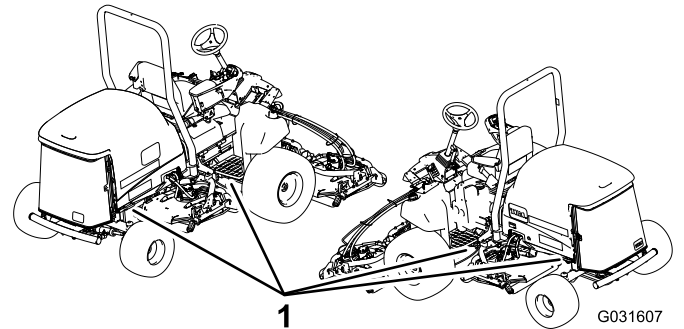

Figura 43
5. Utilice los puntos de amarre metálicos de la máquina (Figura 43) para sujetar la máquina firmemente al remolque o al camión con correas, cadenas, cables o cuerdas.